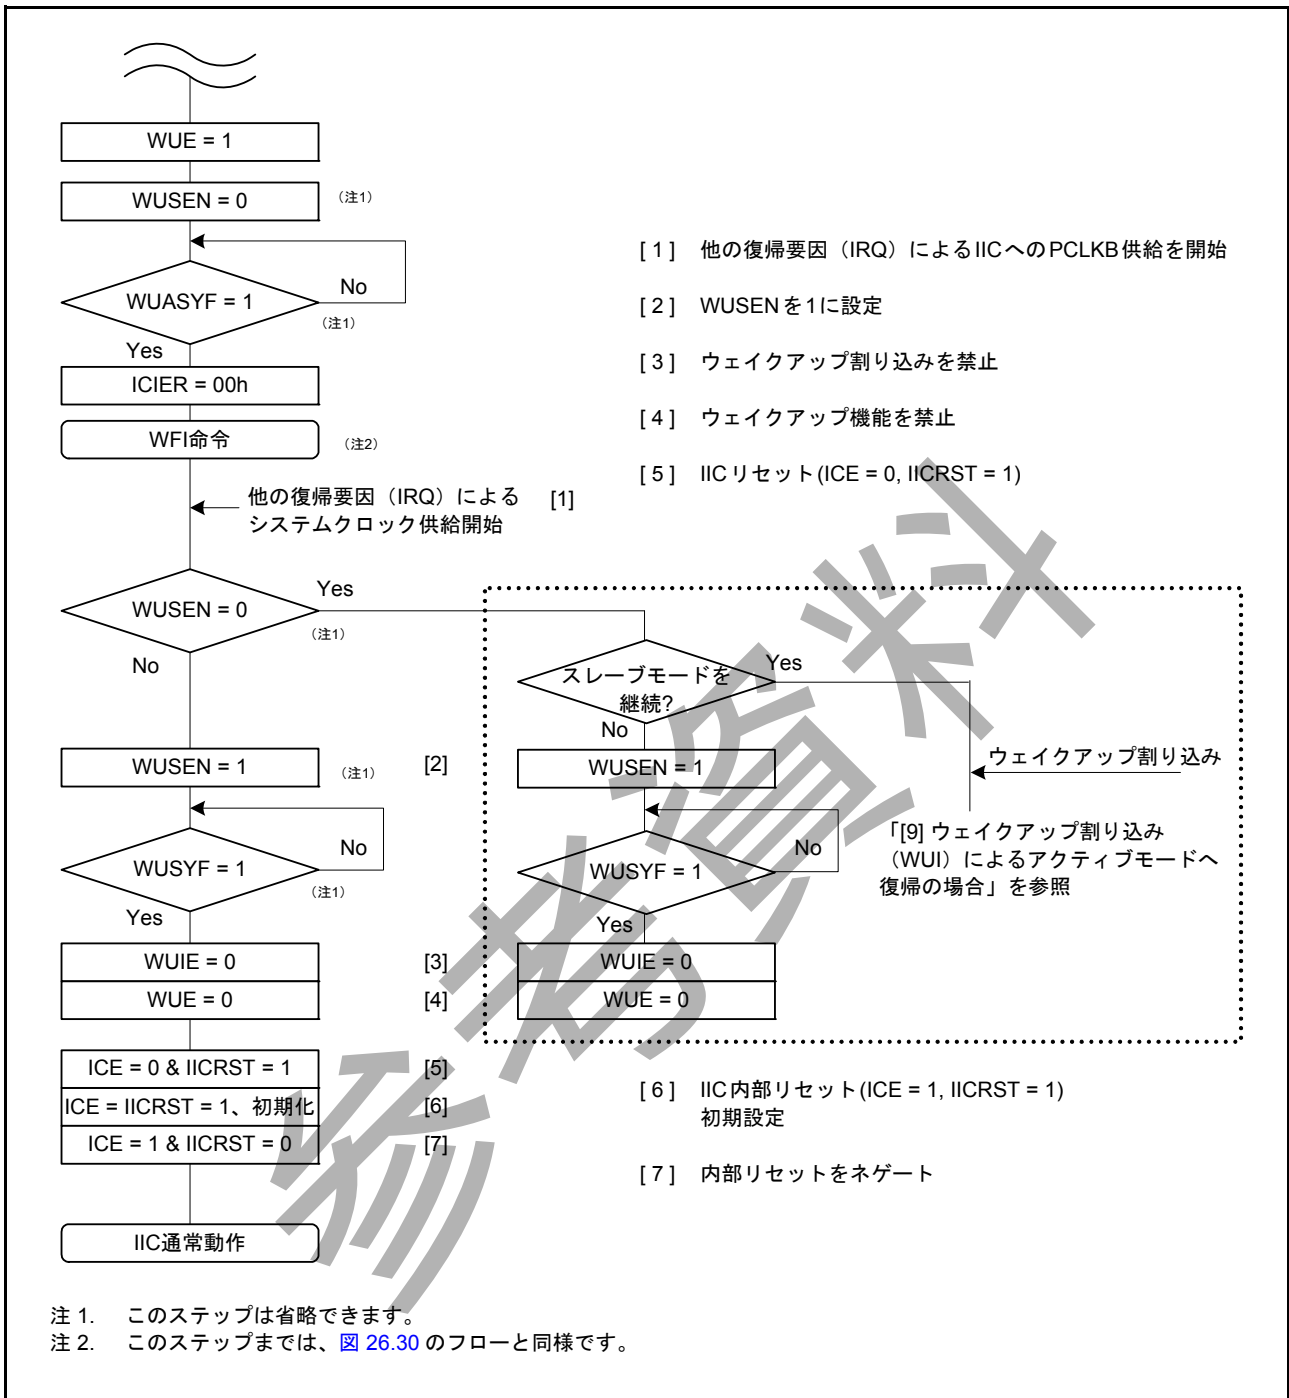
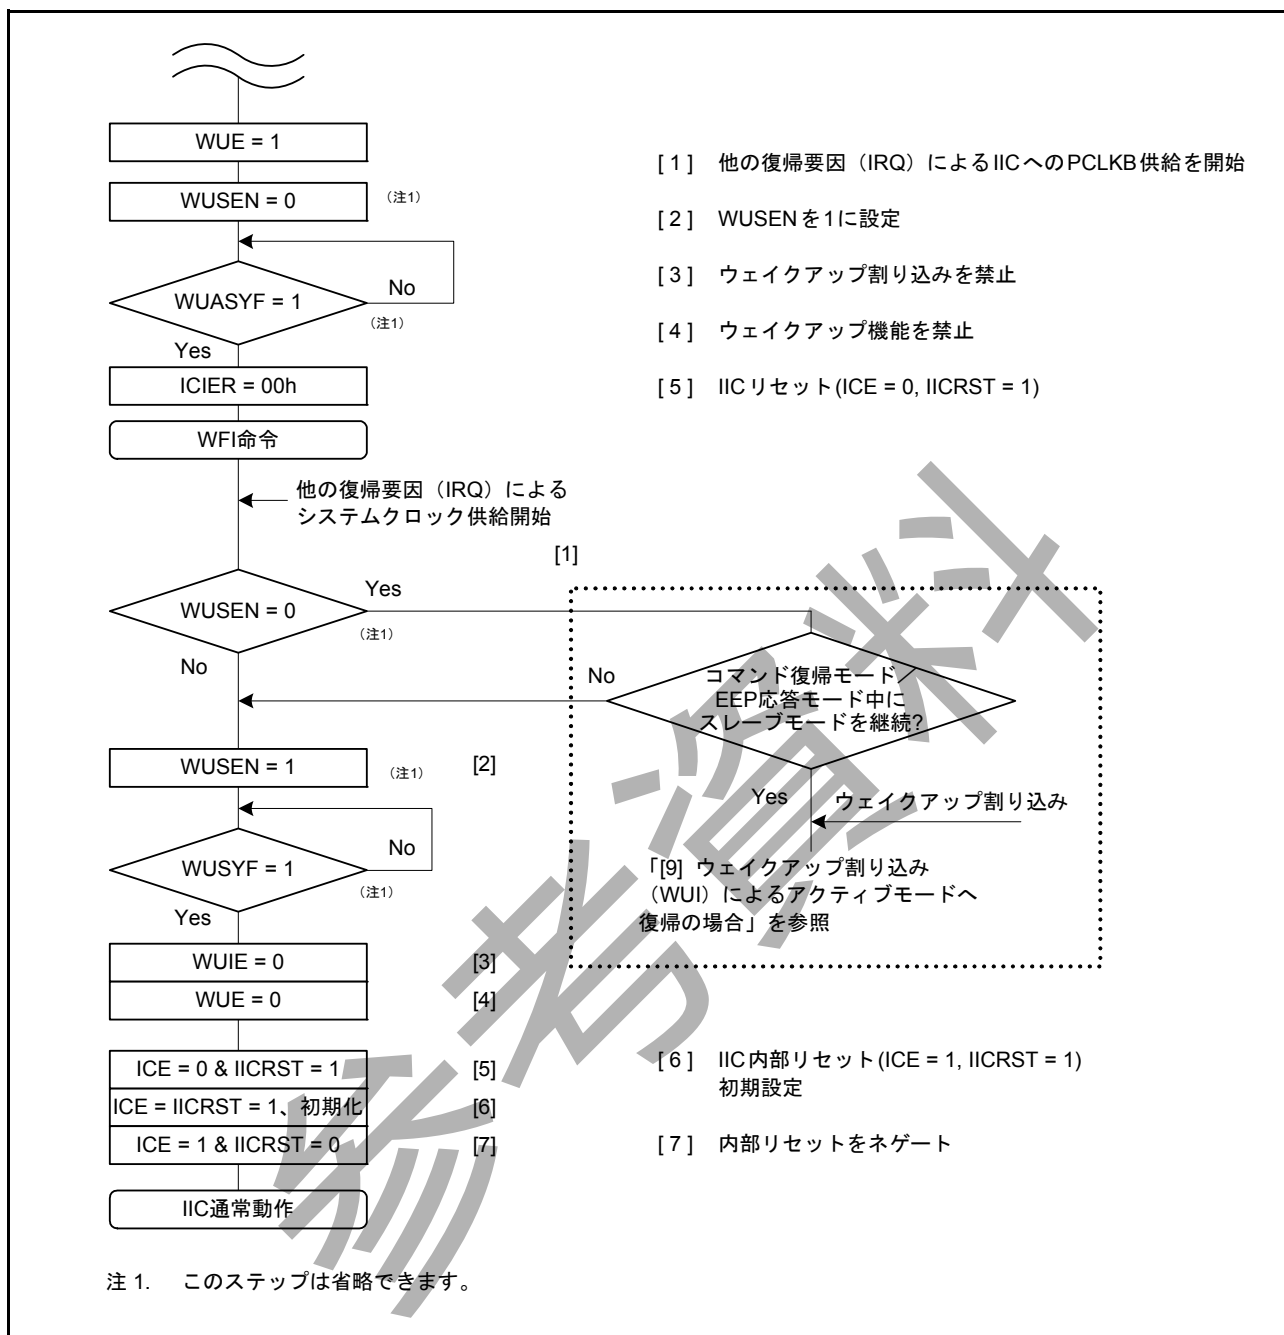

図 26.31 ノーマルウェイクアップモード 1 および 2 の動作例 (IIC ウェイクアップ割り込み以外の割り込み (たとえば IRQn) によるウェイクアップの場合)
図 26.36 コマンドリカバリモードと EEP 応答モードの動作例 (IIC ウェイクアップ割り込み以外の割り込み (たとえば IRQn) によるウェイクアップの場合)
8. ウェイクアップ割り込み以外の割り込み (たとえばIRQn) で、ソフトウェアスタンバイモードからの遷移がトリガされると、この場合WUFは設定されません。図 26.31 および図 26.36 に示す処理に従ってください。
2. ウェイクアップ割り込み以外の割り込み（たとえば IRQn）で、ソフトウェアスタンバイモードからの遷移がトリガされると、この場合 WUF は設定されません。図 26.31 に示す処理に従ってください。
2. ウェイクアップ割り込み以外の割り込み（たとえばIRQ）で、ソフトウェアスタンバイモードからの遷移がトリガされた場合、この場合WUFは設定されません。図 26.31 に示す処理に従ってください。
2. ウェイクアップ割り込み以外の割り込み（たとえばIRQn）で、ソフトウェアスタンバイモードからの遷移がトリガされると、この場合WUFは設定されません。図 26.36 に示す処理に従ってください。